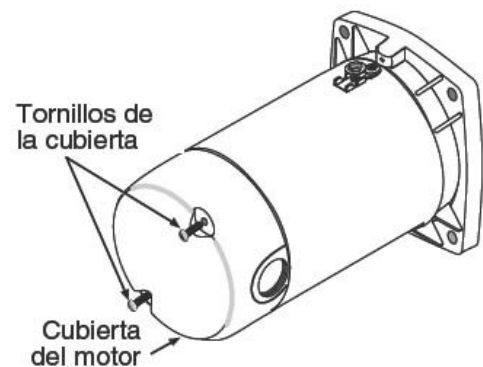

Figura 3 - Remoción de la cubierta del motor
- Si la fuente de alimentación es de 115 voltios, retire la tapa de extremo del motor (Figura 3)